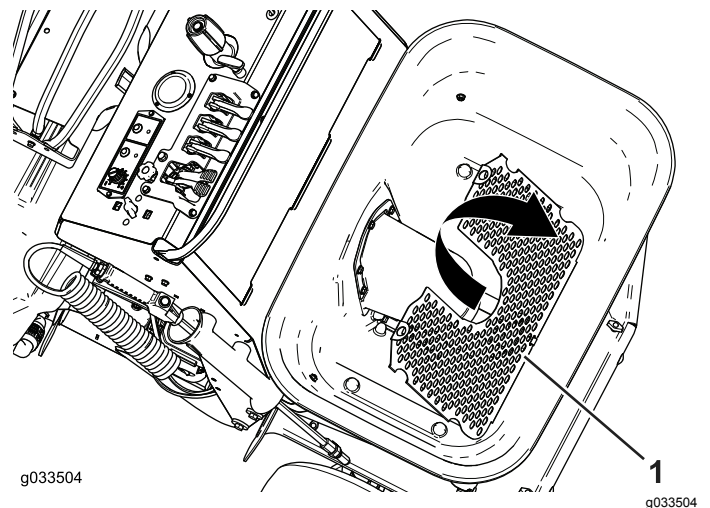

Figura 48
5. Incline hacia adelante la rejilla de la parte inferior de la tolva para limpiar los componentes del fondo de la tolva (Figura 48).